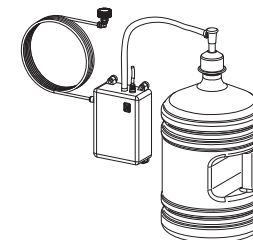

Fig. 4
3.3.2 Stand-alone pompset (fig. 4)